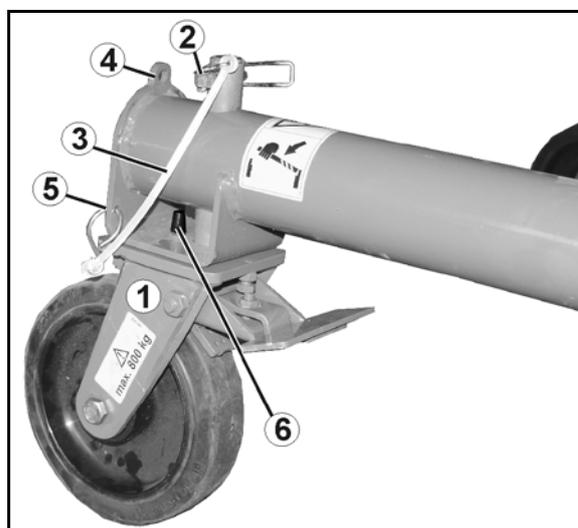

Fig. 56
El sistema de enganche rápido (Fig. 56/1)
- utilizar el perno del brazo superior (Fig. 56/2) del triángulo de enganche, equiparlo con un casquillo esférico y asegurarlo con un pasador clavija.
- equipar los pernos del brazo inferior con casquillos esféricos, introducir anillos distanciadores (Fig. 56/3) y asegurar con el pasador clavija.